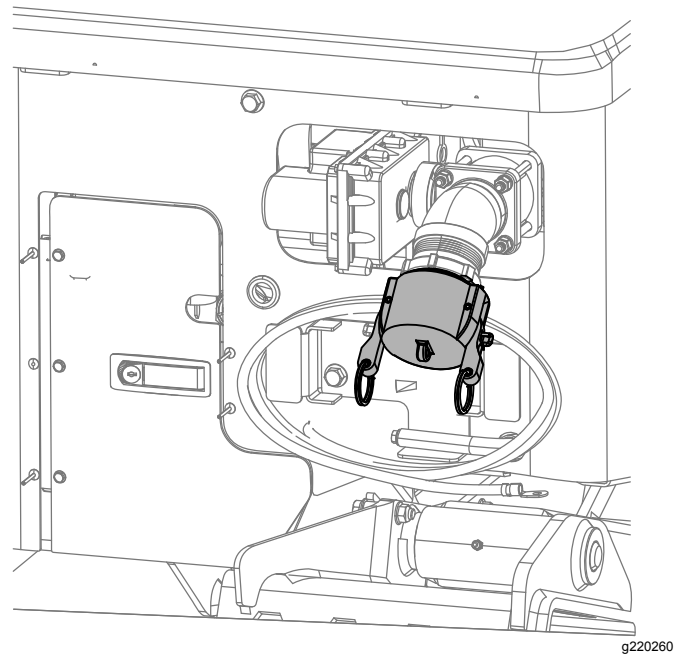

Figura 119
- C. Asegúrese de que está instalado el tapón de la entrada de la bomba de fluido de perforación (Figura 119).